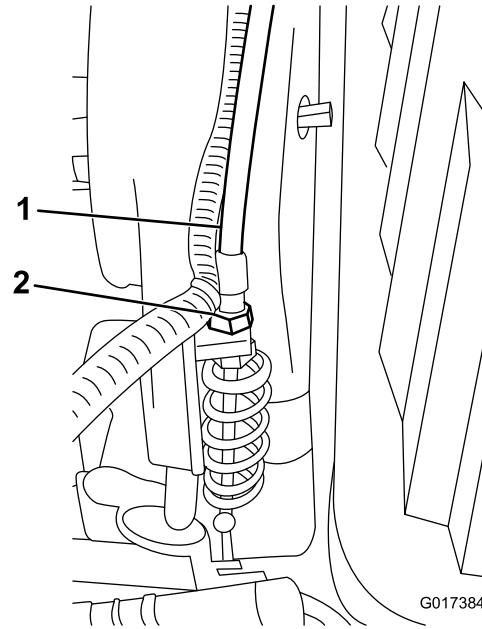

Figura 51
3. Sulla paratia di trasmissione, regolate il cavo di comando del cilindro (Figura 51) in modo da raggiungere la lunghezza della molla di 70,6 - 72,4 mm.